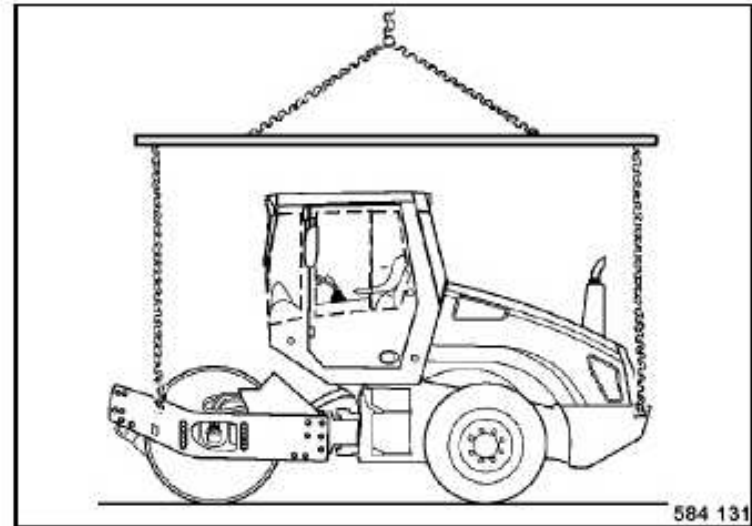

Fig. 72
- Para elevarla máquina también hay que hacer uso de las cuatro armellas (Fig. 72) y equipo de elevación.